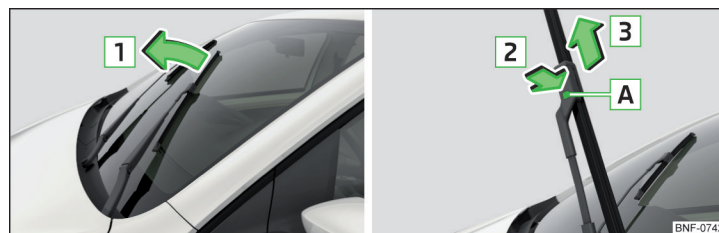

Fig. 162 Udskiftning af viskerblad til forruden
- Løft viskerarmen væk fra ruden i pilens retning **1** » Fig. 162.
- Tilslut tændingen, og tryk betjeningsarmen i pilens retning » Fig. 162.